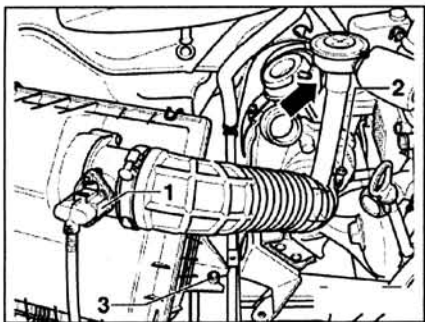

Рис. 2.140. Снимите фиксаторы 1 и отсоедините патрубок (стрелки) от масляного сепаратора и снимите патрубок.
3. Снимите фиксаторы 1 и отсоедините патрубок (стрелки) от масляного сепаратора и снимите патрубок (рис. 2.140).